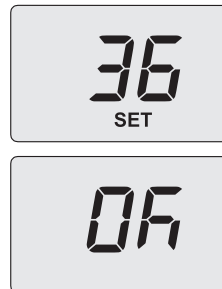

Figura 5.32
- Utilizzando i tasti 11 o 12 è possibile modificare il valore del parametro 10 da **00=0s** a **100=500s** (ogni aumento o diminuzione di una unità sul display corrisponde a 5 secondi). Es. 36=180 secondi. Sul display compare la scritta **"SET"** (Figura 5.32).
- Premendo il tasto 13 (Figura 5.29) si ottiene la conferma del valore inserito. Sul display appare per 3 sec. la scritta **"OK"** (Figura 5.32), per poi visualizzare la lista dei parametri.